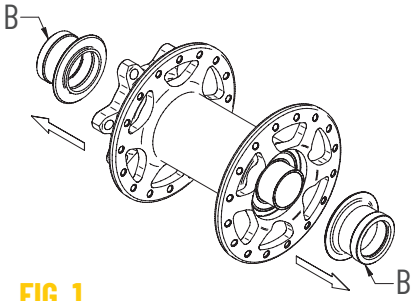

FIG. 1
Sfilate gli scontri (B) completi di supporti (Fig. 1).